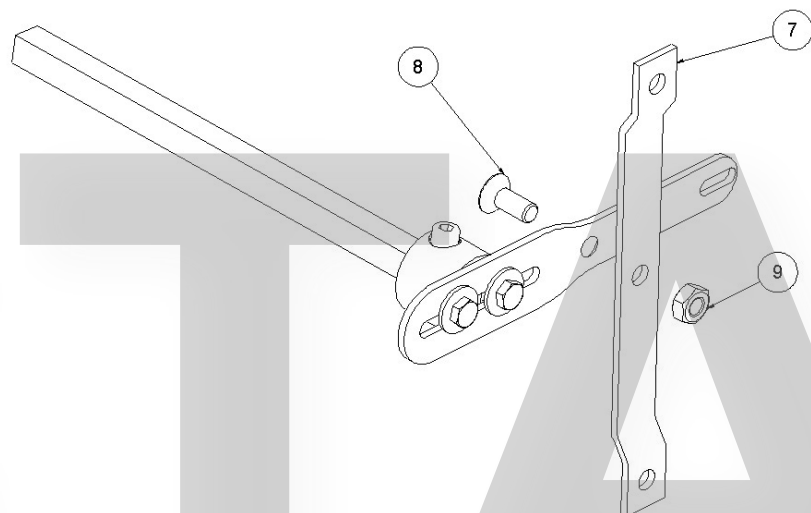

Figure. 2
3. **INSTALLATION DE L'ARRIMAGE LIMITEUR:** Fixez un des bras, se trouvant déjà vissé au tireur, à l'arrimage du limiteur (7), en utilisant la vis M10 x 25 DIN 7991 8.8 (8) et l'écrou M10 DIN 985 Autoblock (9) – Fig. 2 –.